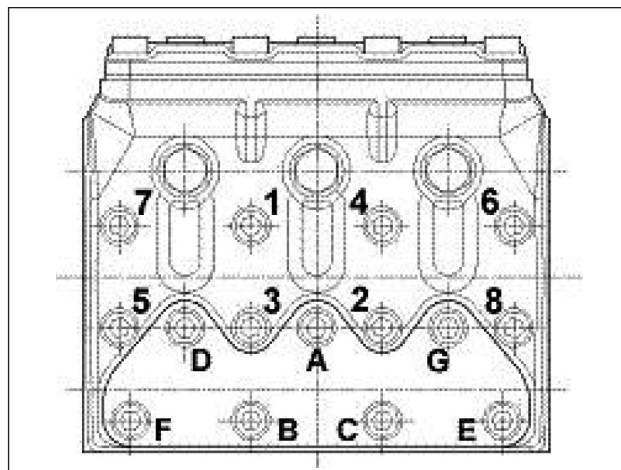

Fig. 25
** Le viti fissaggio testata devono essere serrate con chiave dinamometrica lubrificando il sottotesta rispettando l'ordine di Fig. 25.
*** Le viti fissaggio coperchi valvole devono essere serrate con chiave dinamometrica lubrificando il sottotesta rispettando l'ordine di Fig. 25.